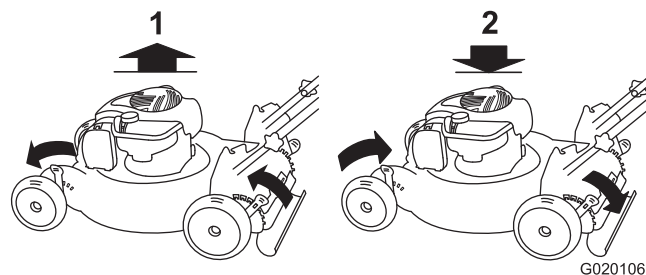

Figure 11
**Remarque:** Pour élever ou abaisser la machine, déplacez les leviers de hauteur de coupe comme montré à la Figure 11.